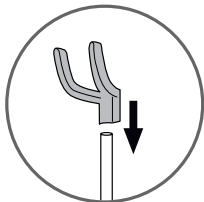

fig.3
3. Encaje verticalmente el gancho en la parte superior del brazo hasta que oiga un clic - fig.3.